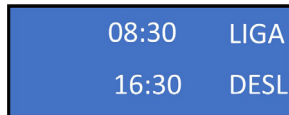

Figura 39
30. Pulse el botón “OK” para iniciar la programación. Una vez hecho esto, utilice el botón “arriba” para agregar valor y el botón “abajo” para disminuir, luego pulse el botón “OK” para confirmar el valor y así sucesivamente, hasta definir todos los horarios (figura 39) . Para salir del menú Setup, pulse el botón “OK” y luego el botón “arriba”.